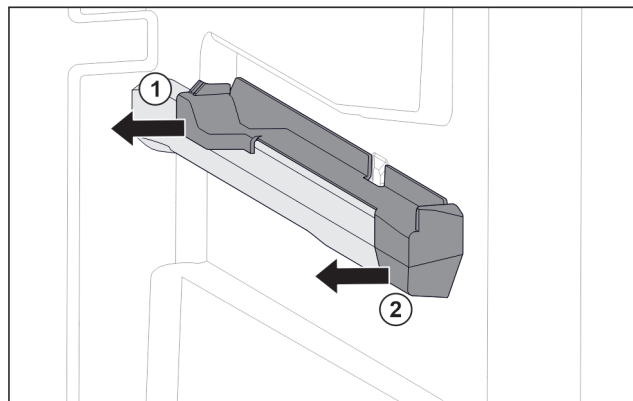

Fig. 107 Élément emboîtable sur la nervure de récipient droite
- Le retirer sur le côté par l'arrière. Fig. 107 (1)
- Le retirer sur le côté par l'avant. Fig. 107 (2)